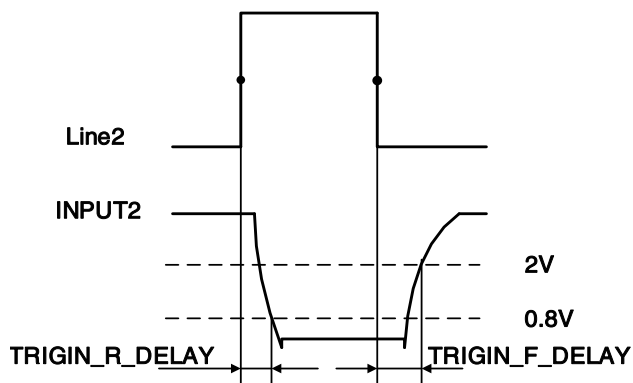

图 7-9 Line2 配置为输入引脚时电路延时参数
- 输入上升沿延时: <math><2\mu\text{s}</math> (0°C~45°C)，参数说明见图 7-9
- 输入下降沿延时: <math><2\mu\text{s}</math> (0°C~45°C)，参数说明见图 7-9